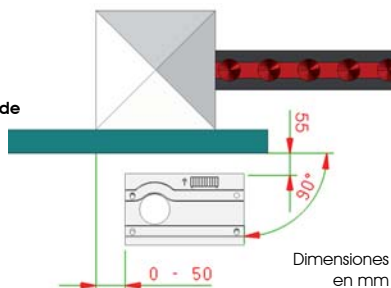

Fig. 6
2. La placa de cimentación debe estar colocada de la manera indicada en la Fig. 5 (cierre derecho) o Fig. 6 (cierre izquierdo) para garantizar el correcto engranaje entre el piñón y la cremallera.